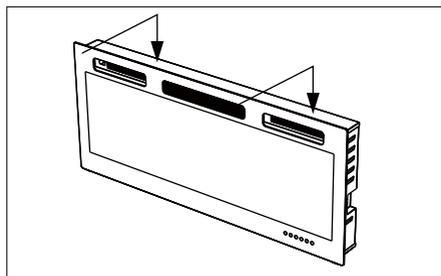
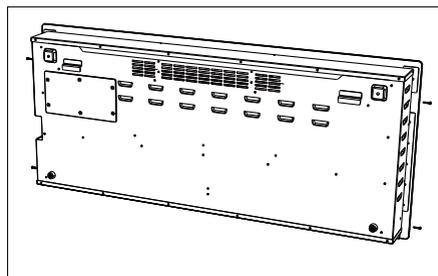

fig.3
fig.4
3. Fixez le verre à la cheminée et verrouillez-le avec les vis ST4X14. (fig.3, fig.4)
8. Fixez le verre au foyer et verrouillez-le avec les vis ST4X14. (fig.3, fig.4)
3. Fixez le verre à la cheminée et verrouillez les vis ST4X14. (fig. 3, fig. 4)